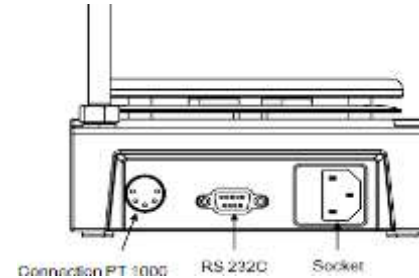

Figure 8
- Les fonctions des lignes d'interface entre l'instrument de laboratoire et le système d'automatisation sont sélectionnées parmi les signaux spécifiés de la norme EIA RS232C, correspondant à DIN66020 Partie 1. L'attribution de la bague peut être prise à partir de la Figure 8.